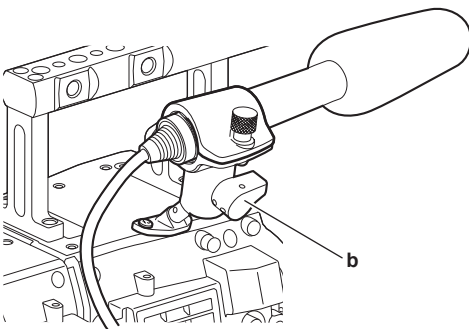

図 3
- 3 ロックレバー（b）をゆるめ、マイクの角度を調整し、ロックレバーを締める。（図 3）